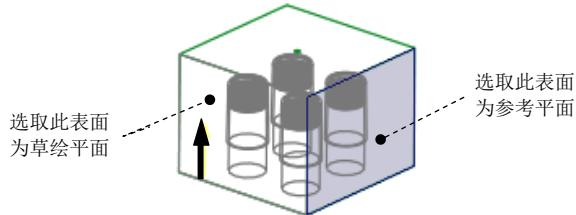

图 25.20 定义草绘平面
(1) 定义草绘截面放置属性。在图形区右击，从系统弹出的菜单中选择**定义内部草绘…**命令；在系统**选择一个平面或曲面以定义草绘平面**的提示下，选取图 25.20 所示的毛坯表面为草绘平面，接受默认的箭头方向为草绘视图方向，然后选取图 25.20 所示的毛坯侧面为参考平面，方向为**右**。单击**草绘**按钮，进入草绘环境。